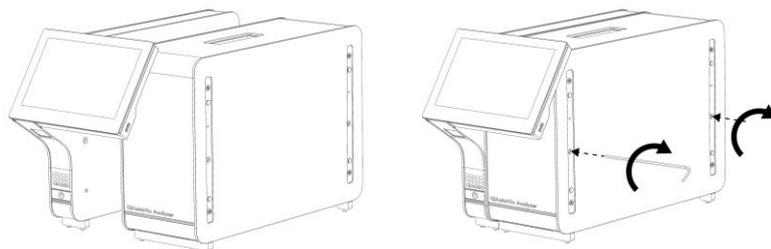

Figure 6. Fixation du module opérationnel au module analytique.
- Sortez le module opérationnel de sa boîte et fixez-le au côté gauche du module analytique. Serrez les vis avec l'outil de montage du module analytique/opérationnel fourni avec le QIAstat-Dx Analyzer 1.0 (figure 6).